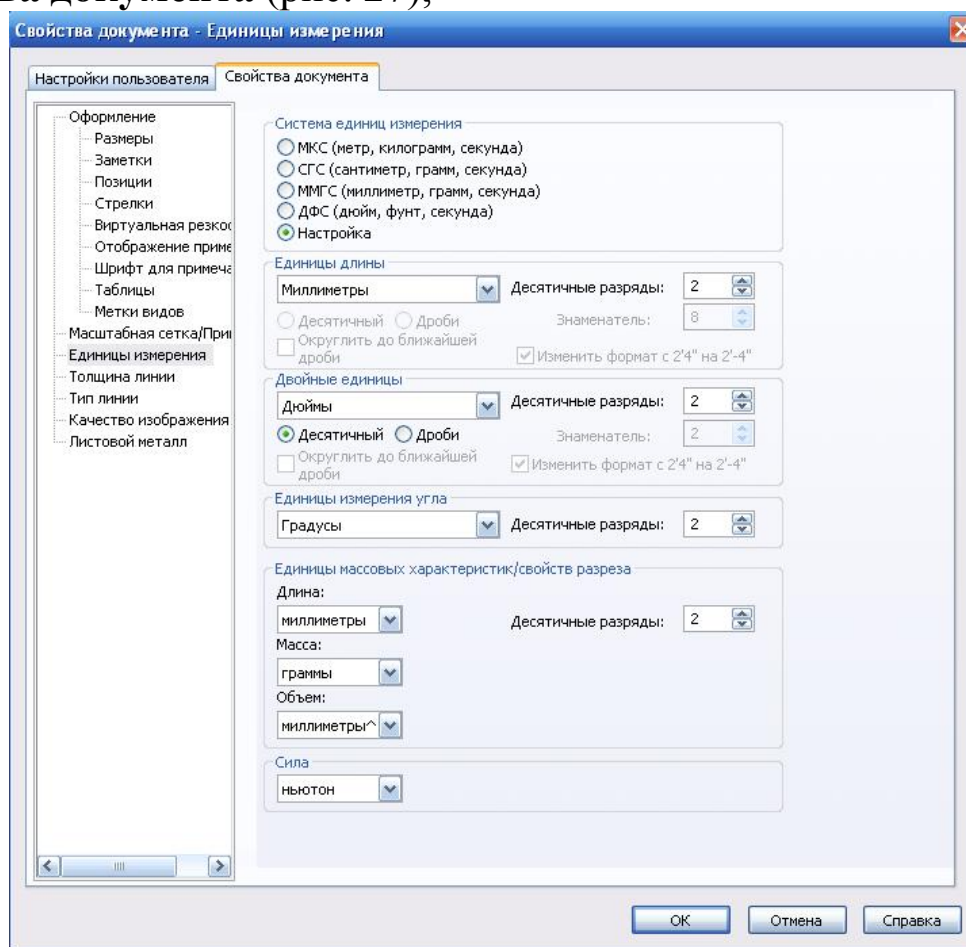

Рис. 27
- в открывшемся диалоговом окне перейдите на вкладку **Свойства документа** (рис. 27);